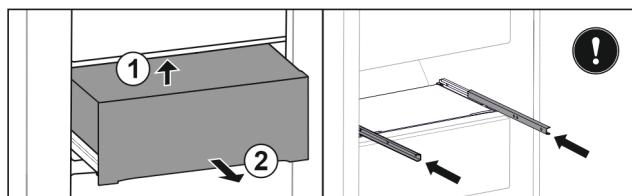

Fig. 46
- Predal dvignite od spodaj proti zadnji strani. Fig. 46 (1)
- Predal vzemite ven v smeri naprej. Fig. 46 (2)